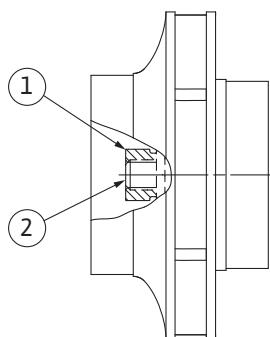

Fig. 106: Správná poloha matici oběžného kola po namontování
8. Pevně utáhněte hřídel plochým klíčem (velikost 22 mm) a utáhněte matici oběžného kola předepsaným utahovacím momentem (viz tabulka „Utahovací momenty“ [► 29]). Matici (Fig. 106, poz. 1) musí být přibližně $\pm 0,5$ mm v jedné rovině s koncem hřidele (Fig. 106, poz. 2). Pokud tomu tak není, matici povolte a opakujte úkony podle kroků 4 až 8.